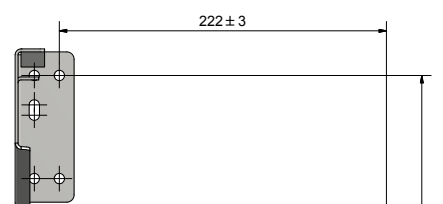

Рис. 2
1. Установите прилагаемые настенные крепления согласно рис. 2.